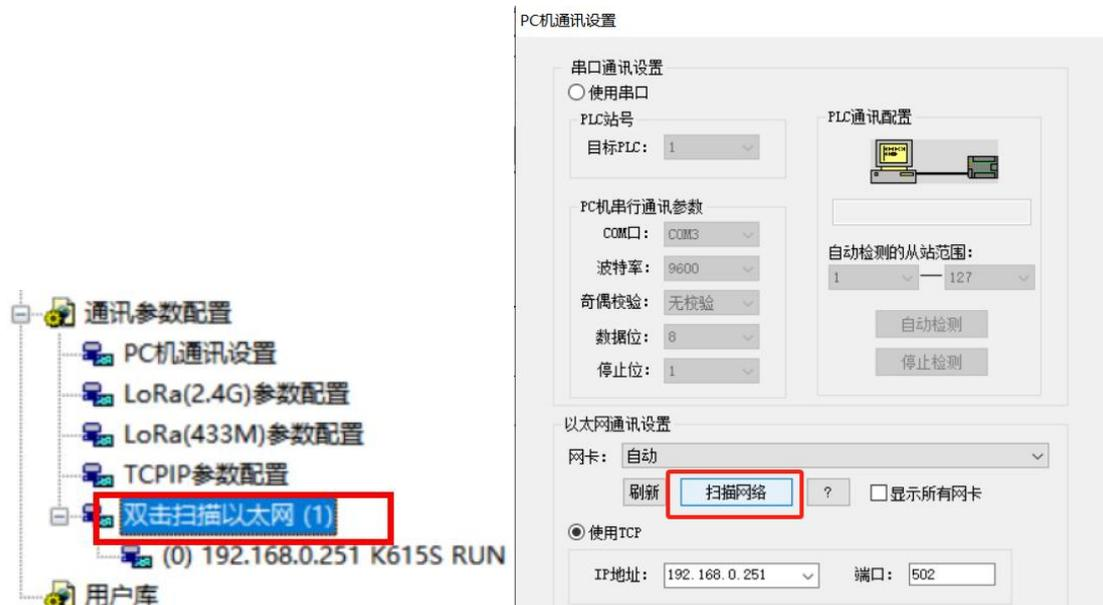

图 6.6-1 扫描网络
- 2、通过上方工具栏中的 [工具] → [PC 机通讯设置] → [扫描网络] 或直接通过双击左侧设备树中的 [双击扫描以太网]，此功能支持跨网段扫描。KincoBuilder 还支持跨网段修改扫描到的 PLC 的 IP 地址。由于 K615S-16DT 和 KincoBuilder 通讯的功能，仅支持在局域网内、位于同网段内通信，因此在正常使用网口操作前，需要修改目标 PLC 的 IP 地址或修改 PC 的 IP 地址使二者位于同一局域网的同一网段内。请参照图 6.6-1 修改 PLC 的 IP 或参照图 4.6-2 修改 PC 端 IP。